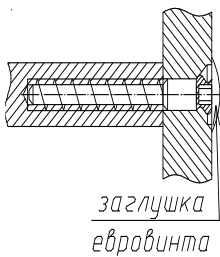

Рис.1
1. Собрать каркас шкафа по схеме сборки с помощью евровинтов (рис.1 поз.25) и стяжек эксцентриковых (рис. 3 поз.26).